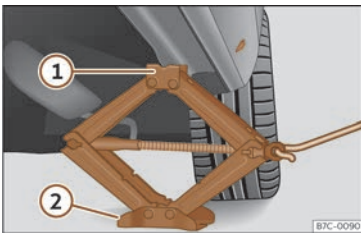

Fig. 236 Traveseiro: colocación do gato do vehículo.
- Xire a manivela do gato, situado debaixo do punto de apoio do traveseiro, para elevalo ata que a pestana ① >>> fig. 236 quede situada baixo o aloxamento previsto.
- Aliñe o gato de modo que a pestana ① “agarre” no aloxamento previsto do traveseiro e a placa base móbil ② quede apoiada no chan. A placa base ② debe caer na vertical respecto ao punto de apoio ①.